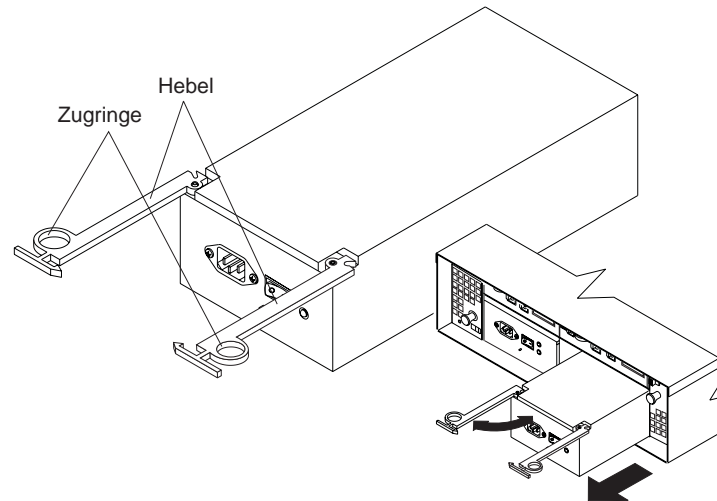

Abbildung 8. Netzteil entfernen
2. Ziehen Sie am Hebel, und entfernen Sie das Netzteil wie in Abb. 8 dargestellt.